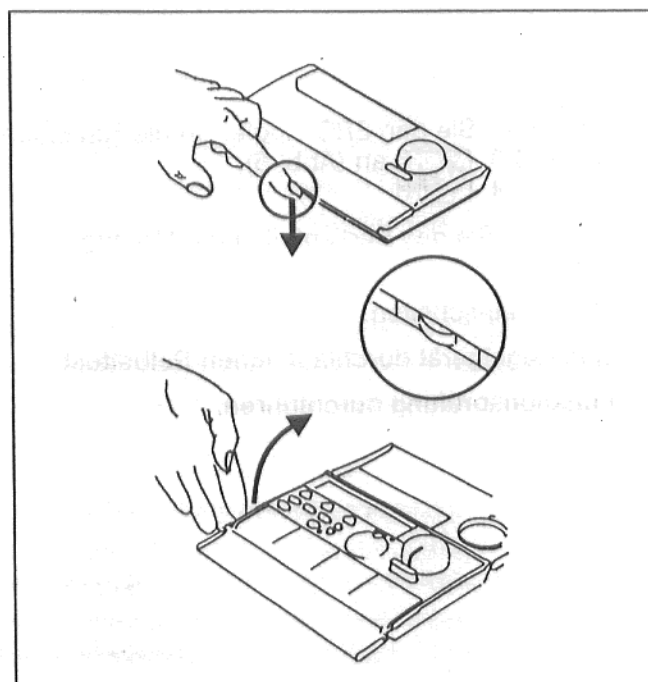

Abb. 1
- Drücken Sie die Lasche leicht nach unten (Abb. 1).
- Fassen Sie das Bedienteil seitlich unten und heben es nach oben aus der Montageplatte (Abb. 1).